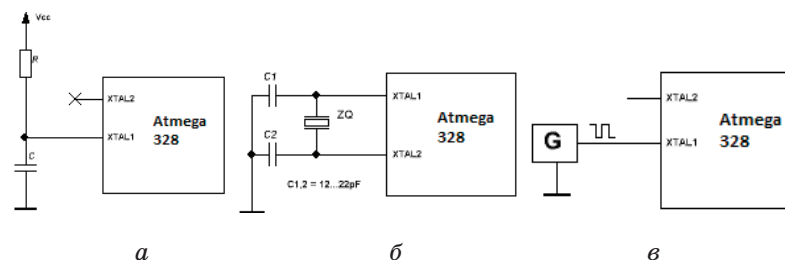

Рисунок 3.2 – Тактирование микроконтроллера
- внутренний генератор с внешней задающей RC-цепочкой (рисунок 3.2, а). Тактирование аналогично предыдущему способу, только вот задающая RC-цепочка находится не внутри МК, а снаружи, такая схема позволяет изменять частоту прямо на ходу. Изменение задающей частоты происходит путем изменения значения сопротивления;
- внутренний генератор с внешним задающим кварцевым резонатором (рисунок 3.2, б). В этом случае снаружи МК цепляют кварцевый резонатор с небольшой обвязкой кварца из двух конденсаторов. Если используется кварц (резонатор) с частотой менее 1 МГц, то конденсаторы можно и не ставить;
- внешний генератор (рисунок 3.2, в). В этом случае импульсы поступают на вход МК от внешнего генератора. Такое тактирование применяют, когда нужно, чтобы несколько независимых микроконтроллеров работали синхронно от одного генератора.